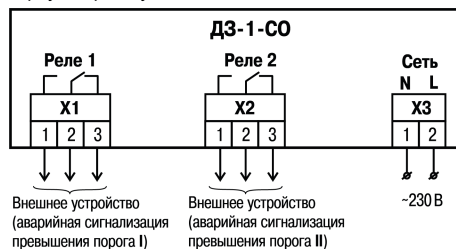

Рисунок 3 – Функциональное назначение клемм прибора
- выполнить подключение проводов согласно схеме (см. рисунок 3), учитывая, что в приборе применены съемные клеммники для удобства монтажа. Типовая схема подключения датчика приведена на рисунке 4. Для подключения внешних связей рекомендуется применять многожильные кабели круглого сечения с поперечным сечением жил 0,35–0,75 мм². Наружный диаметр кабелей не должен превышать 5 мм, что соответствует диаметру отверстия в кабельных вводах.